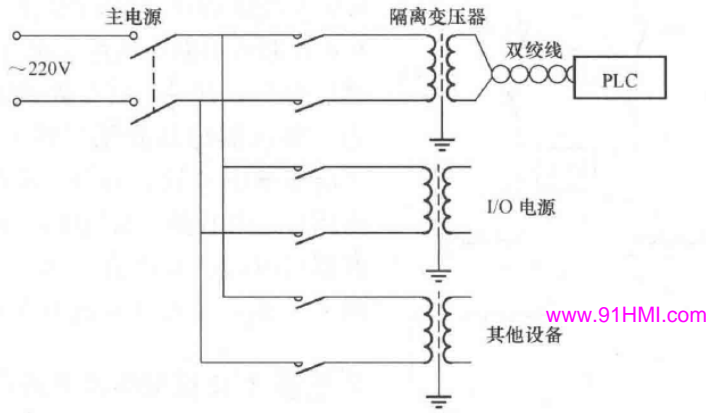

图 5-10 使用隔离变压器的供电系统
(1) 使用隔离变压器的供电系统。图 5-10 所示为使用隔离变压器的供电系统，PLC 和 I/O 系统分别由各自的隔离变压器供电，并与主电路电源分开。这